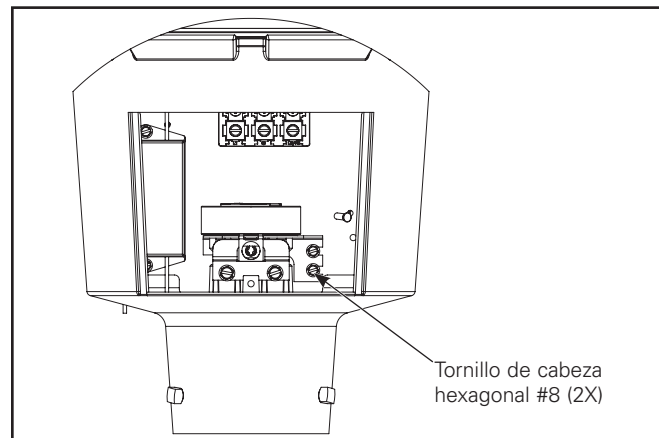

Figura 3.
4. Conecte los cables de servicio al bloque de terminales. Para acceder fácilmente al bloque de terminales, retire temporalmente el soporte de control de fotos. El soporte se puede quitar aflojando dos tornillos de cabeza hexagonal #8 y levantando el soporte de la bandeja de alimentación (Figura 3). Después de conectar los cables de servicio, insérteles y gírelos para bloquear la fotocélula (si se usa) al receptáculo de control fotográfico. Vuelva a colocar el soporte de control de fotos en el soporte eléctrico y apriete los tornillos.